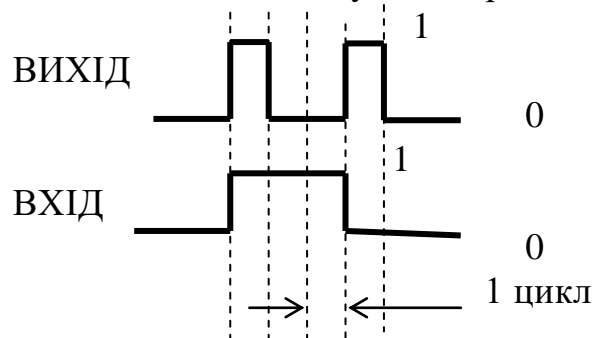

Рисунок 2.6.5 – Графік функції контакту "вхід одновібратора" Контакт використовується для реєстрації подій;
- контакт “**вхід одновібратора**” – призначений для цифрової змінної (типу ВІТ). Зв'язок між входом і виходом контакту згідно рис. 2.6.5: